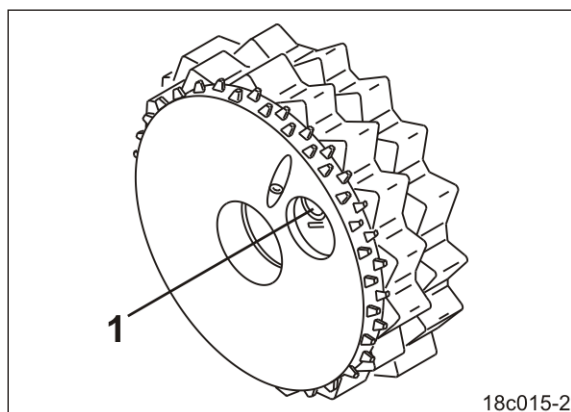

Рис. 65
1. Поворачивайте обычную высевальную катушку на высеивном валу вручную до тех пор, пока не станет виден штифт (Рис. 65/1) в отверстии.